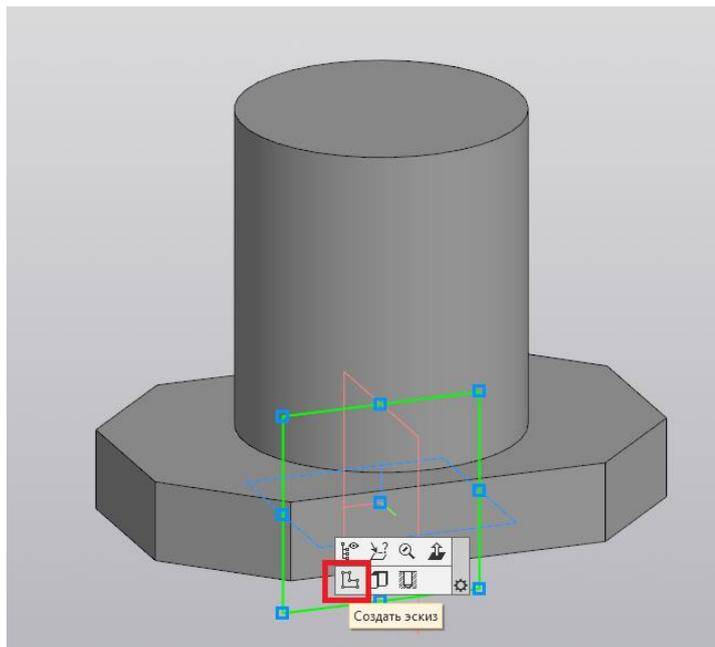

Рис. 83
11. В плоскости ZX создаём новый эскиз (рис. 83).